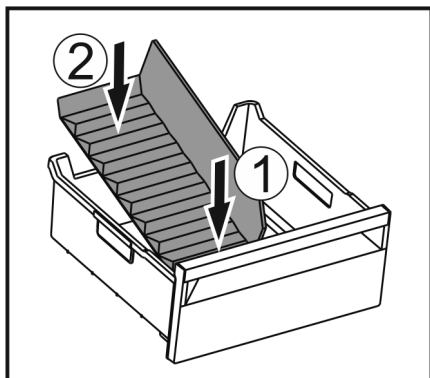

Fig. 147
- Installer la partie avant du séparateur de congélateur. Fig. 147 (1)
- Abaisser la partie arrière du séparateur de congélateur jusqu'au fond du tiroir. Fig. 147 (2)